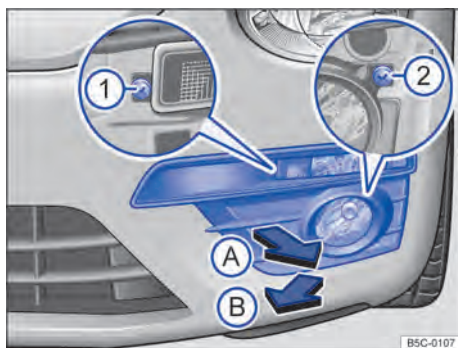
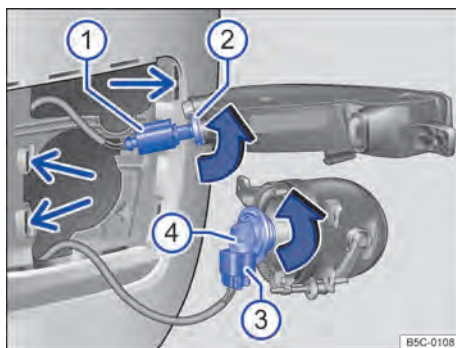

Fig. 181 No para-choque dianteiro à esquerda: desinstalar o farol.
Fig. 182 Substituir a lâmpada incandescente do farol.
Lanterna dianteira dos indicadores de direção ⇒ Fig. 182 ②	Farol de neblina / farol direcional ④
2.	Puxar a cobertura, começando de dentro, nas lamelas, para a frente até que as travas se soltem ⇒ Fig. 181 (seta A).
4.	Desaparafusar os parafusos de fixação ① e ② com a chave de fenda das ferramentas de bordo ⇒ Página 278.
5.	Rebater a lanterna um pouco para frente e retirar dos apoios laterais ⇒ Fig. 182 (seta pequena).
6.	Destruar e retirar o conector ①.	Destruar e retirar o conector ③.
7.	Girar o suporte da lâmpada ② no sentido da seta até o batente para a esquerda e retirar para trás com a lâmpada incandescente.	Girar o suporte da lâmpada ④ no sentido da seta até o batente para a esquerda e retirar para trás com a lâmpada incandescente.
10.	Encaixar o conector ① no suporte da lâmpada ②. O conector precisa encaixar audivelmente.	Encaixar o conector ③ no suporte da lâmpada ④. O conector precisa encaixar audivelmente.
11.	Encaixar a lanterna nos apoios ⇒ Fig. 182 (setas pequenas) e rebater para trás.
12.	Apertar os parafusos de fixação ⇒ Fig. 181 ① e ② com a chave de fenda.
13.	Colocar a cobertura contra o sentido da seta ⑧ no para-choque, começando por dentro.